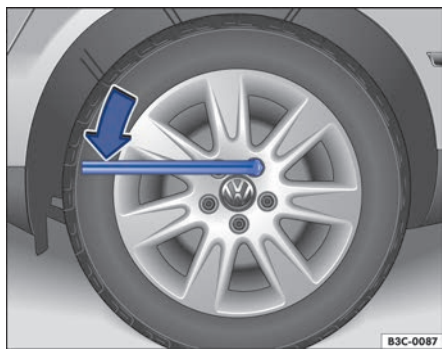

Fig. 187 Cambio de rueda: aflojar los tornillos de rueda.
- Encaje la llave de rueda en el tornillo hasta el tope → fig. 187.